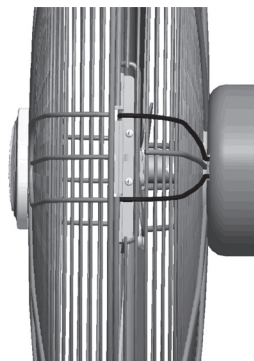

FIGURA 13
26. Alinee los dos extremos en el soporte de bloqueo con las dos ranuras en la lengüeta en la parte superior de la rejilla delantera. Presione los dos extremos del soporte de bloqueo dentro de las dos ranuras en la lengüeta en la parte superior de la rejilla delantera. Vea la Figura 13.